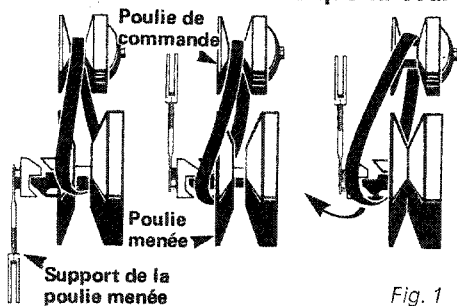

Fig. 1
5. Enlevez la courroie de la poulie de commande et poussez-la entre le silencieux et l'extrémité de la poulie menée. Pour réinstaller la courroie, procédez dans l'ordre inverse. (Voir Fig. 1).
1. Enlevez le garde-poulie et la courroie de commande. (Voir Fig. 1). Ouvrez la poulie menée (tournez et poussez la moitié couissante).
1. Enlevez le garde-poulie et la courroie de commande. (Voir Fig. 1).